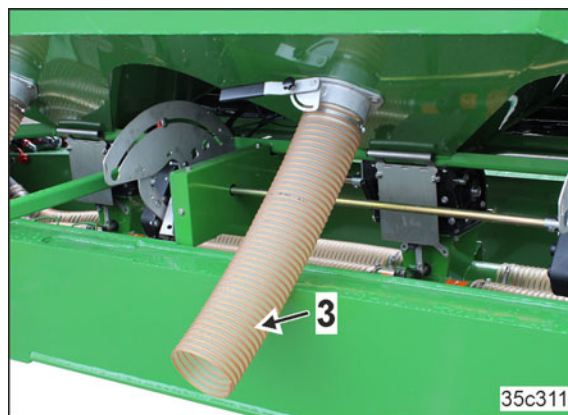

Fig. 58
3. Introduceți furtunul de golire (Fig. 58/3) într-un recipient de colectare.